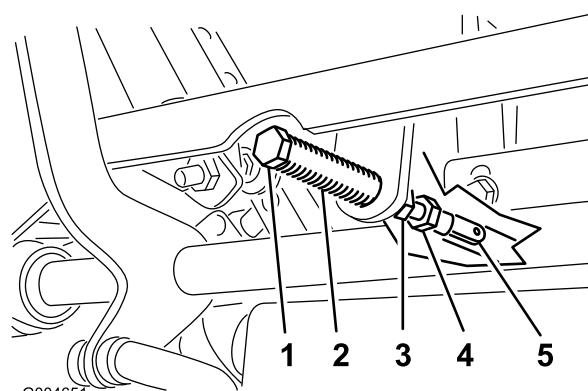

Figura 48
5. Tire hacia atrás de la palanca hasta que el pasador (en el brazo situado encima del eje pivotante) entre en contacto con el extremo de la ranura (empezando justo a tensar el resorte) como se muestra en Figura 48.
7. Si es necesario un ajuste, afloje la tuerca y la contratuerca contra la horquilla (Figura 48).
8. Aplique una ligera presión hacia atrás en la palanca de control de movimiento, gire la cabeza del perno de ajuste en el sentido apropiado hasta que la palanca de control esté centrada en posición de BLOQUEO/PUNTO MUERTO (Figura 48).
9. Apriete la tuerca y la contratuerca (Figura 48).
10. Apriete las contratuercas de las articulaciones esféricas (Figura 48).